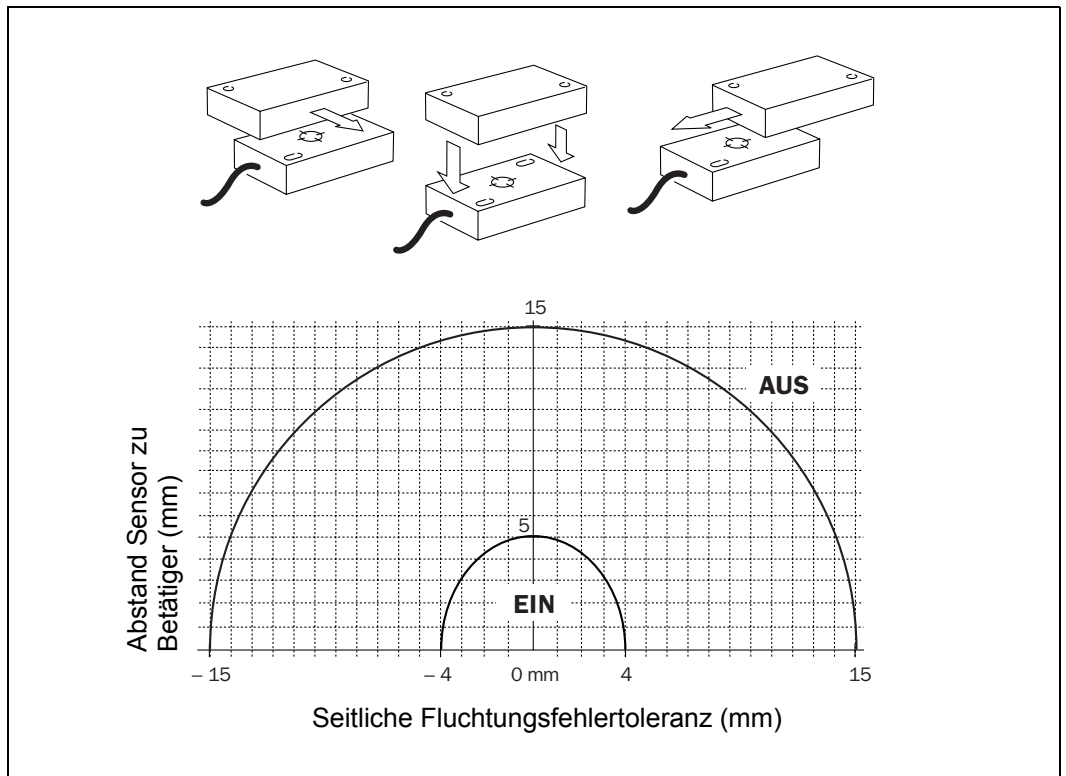

Abb. 1: Mögliche Betriebspositionen, max. Versatztoleranz bei Montage auf nicht ferromagnetischen Materialien, Ausschaltpunkt
- Beachten Sie die möglichen Betriebspositionen in Abb. 1.